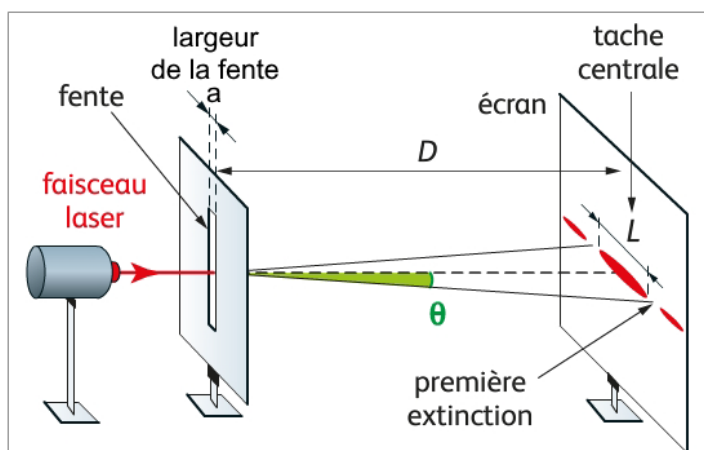

Figure 1 : montage de diffraction
**Q.1.** Exprimer, à l'aide de la figure 1, l'angle de diffraction  $\theta$  en fonction de la largeur  $L$  de la tache centrale et de la distance  $D$ .